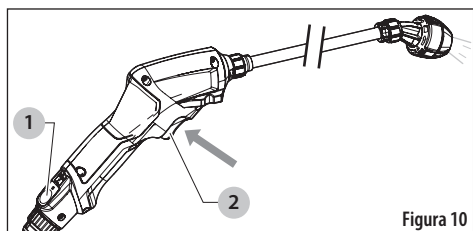

Figura 10
1. Presione el botón de encendido (1) para encender. Se enciende la luz encima del botón. Vea la Figura 10.
2. Apunte el pulverizador de varilla eléctrica en la dirección deseada de rociado y apriete el gatillo (2).
3. Para apagar el pulverizador de varilla eléctrica, presione el botón de encendido (1) a la posición de apagado (OFF). Se apaga la luz encima del botón.